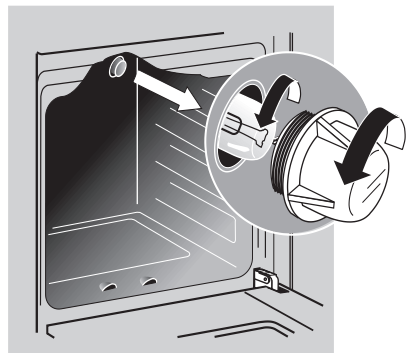

Рис.14
- Открутите стеклянный плафон (рис. 14)